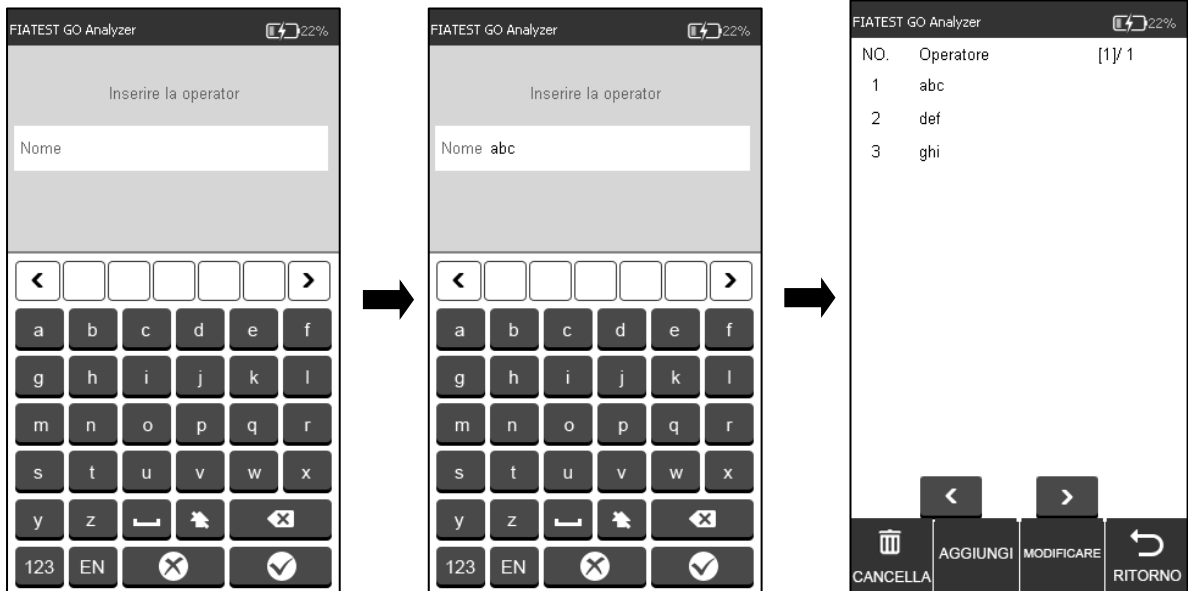
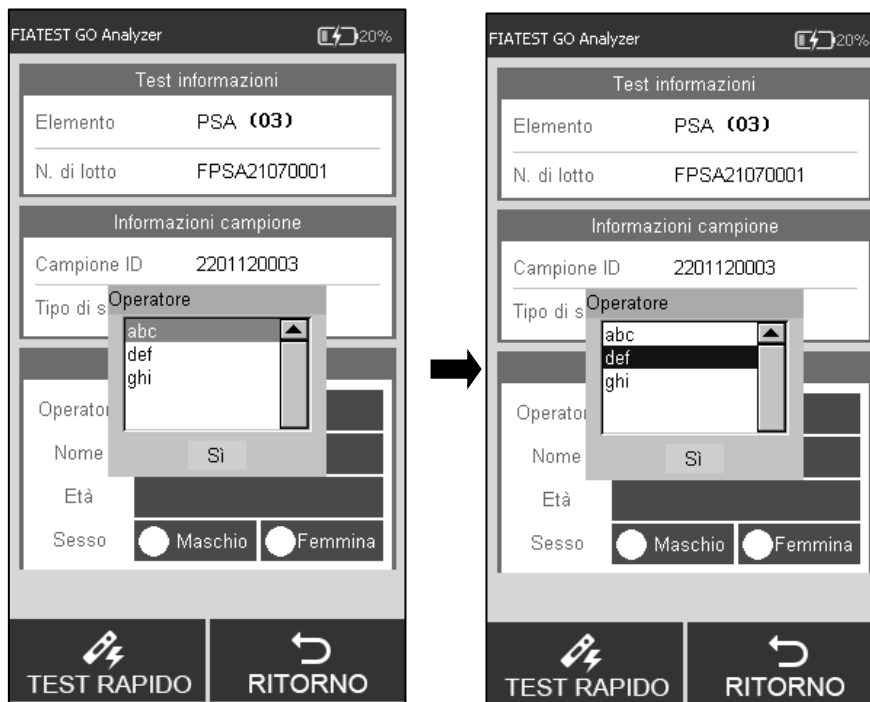

Fig 18
Fig 31
Cliccare su **"AGGIUNGI"**, digitare il nome dell'operatore, fare clic su  per completare l'aggiunta. (Rif Fig 18)
Cliccare su l'operatore che deve essere cancellato o modificato, e il colore verrà modificato in blu. Cliccare su **“CANCELLA”** l'operatore selezionato sarà cancellato, cliccare su **“MODIFICARE”** per entrare nell'interfaccia come Fig 18.
**Passo 5:** Inserire le informazioni del paziente, come operatore, nome del paziente, età e sesso. Tocca l'area oltre all'operatore, l'interfaccia apparirà come in Fig 31. Selezionare l'operatore. L'immissione delle informazioni dell'operatore è spiegata nella Fig 18 nella sezione 5.1.1.